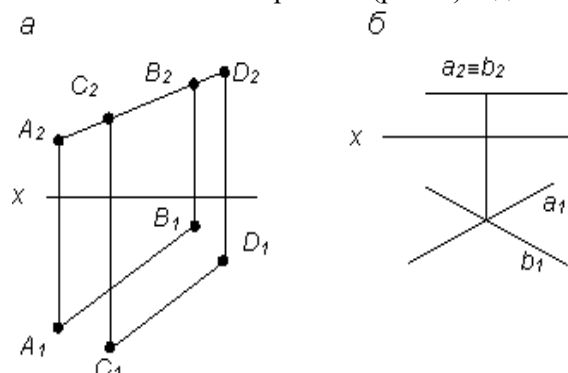

Рис. 9
1. Укажите на каком из чертежей (рис. 9) задана плоскость уровня?
2. Укажите, на каком из комплексных чертежей (рис. 9) задана проецирующая плоскость?